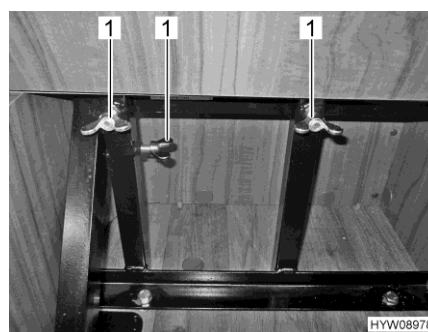

Fig. 23 Bloquer le siège emboîtable avec des écrous à oreilles
- Bloquer le siège emboîtable avec des écrous à oreilles (Fig. 23,1).